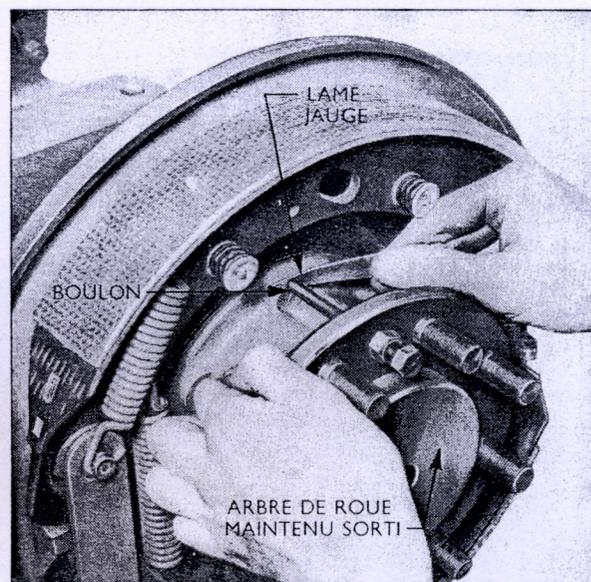

Fig. 12
11. Exercer une traction énergique sur l'arbre et faire tourner la bride pour asseoir le roulement sur sa cuvette, et mesurer l'espace entre l'extrémité du boulon et le point correspondant de l'arrêt (fig.12). Cet interstice, qui représente le jeu axial de l'arbre, doit être de 0,10 à 0,30mm; s'il est hors de ces limites, il convient d'extraire l'arbre et d'ajouter ou d'enlever des cales sur les goujons pour augmenter ou diminuer le jeu axial.